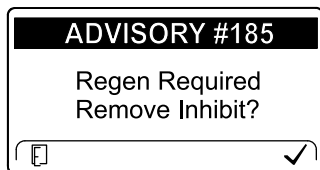

Bild 48
**Hinweis:** Wenn Sie im InfoCenter das Verhindern der Zurücksetzen-Regenerierung eingestellt haben, wird ADVISORY#185 (Bild 48) alle 15 Minuten im